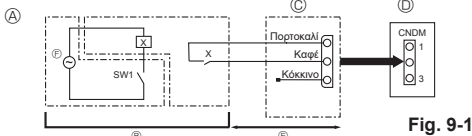

Fig. 9-1
9.1. Λειτουργία με χαμηλότερα επίπεδα θορύβου (επιτόπου τροποποίηση)(Fig. 9-1)